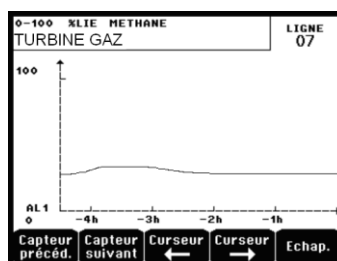

Figure 45 : exemple d'écran d'affichage de courbes.
- **Courbe** : affichage de la courbe des mesures des 4 dernières heures (Figure 45). Les touches *Curseur* → et *Curseur* ← permettent le déplacement sur l'échelle du temps. La ligne pointillée verticale affiche la concentration et l'horodatage du point considéré. *Echap* retour à l'affichage des valeurs.